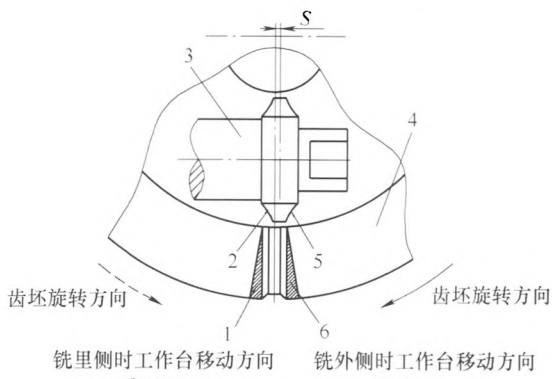

图 3
(4) 对刀,我们开动机床采用试切法,使锥齿轮铣刀最高点切削到 A 点,这样工件中心和铣刀中心就一致。
(5) 铣削,以大端为基准对好刀将垂直工作台退出,纵向工作台移动全齿高 ($h=2.2m$) 即可铣出全齿高(模数较大时可分几次铣削),由于锥齿轮齿型和齿槽是从大端向锥顶收缩,因此我们采用偏移横向工作台和转动分度头相结合的方法来去处齿槽余量。具体方法是(见图 3):铣削齿槽里侧面,将